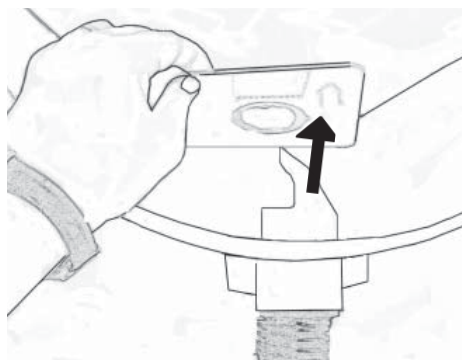

Fig. 23
5. Pour déposer le sac à poussière, saisissez le renfort en carton et retirez précautionneusement le papier-carton et le sac du bac, fig. 23. Pliez la partie perforée du renfort en carton vers l'ouverture du sac afin d'empêcher que le contenu du sac ne s'échappe.